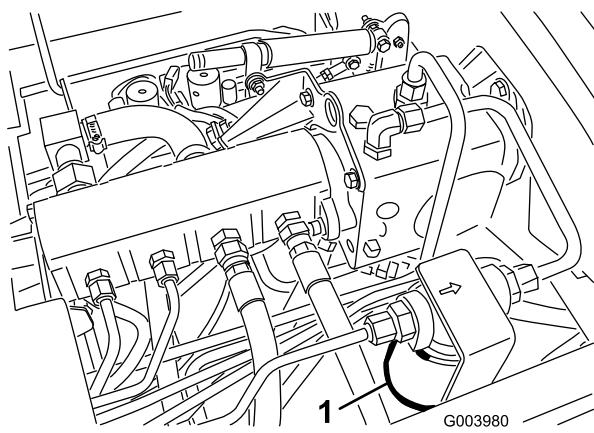
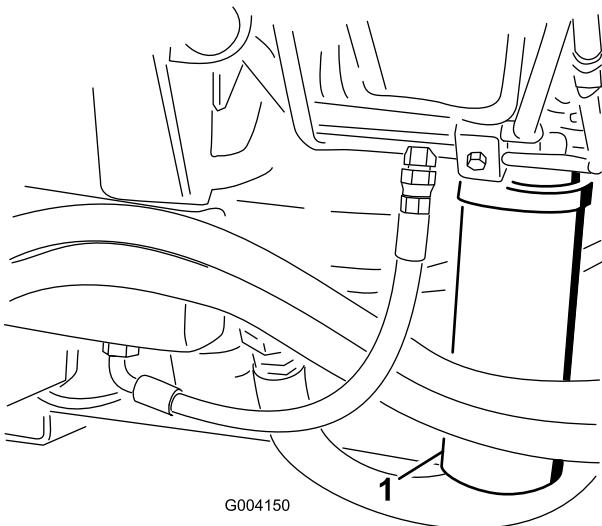

Figure 57
Figure 58
2. Nettoyez la surface autour de la zone de montage du filtre et placez un bac de vidange sous le filtre (Figure 57) et (Figure 58).